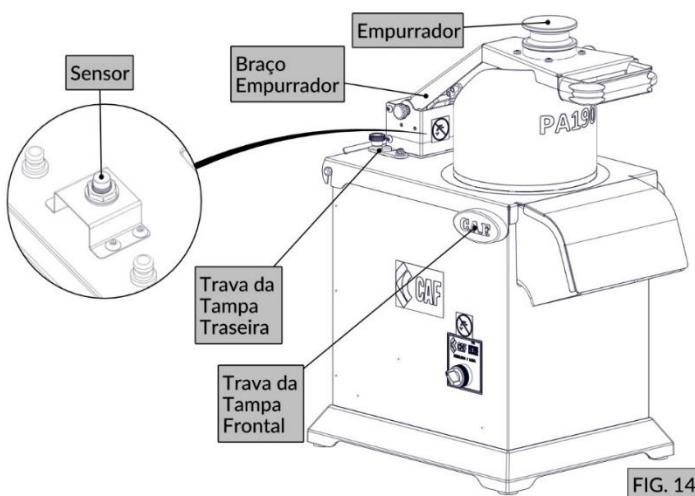

FIG. 14
- Trava da tampa (FIG. 14): Impedem o acesso à zona de processamento da máquina.
- Empurrador (FIG. 14): Utilizado para empurrar o produto dentro do bocal de alimentação menor contra os discos.
- Braço empurrador (FIG. 14): Utilizado para empurrar o produto do bocal de alimentação maior contra os discos.
- Sensor de abertura (FIG. 14): Impede que a máquina funcione enquanto o braço empurrador estiver fora da posição segura de funcionamento.